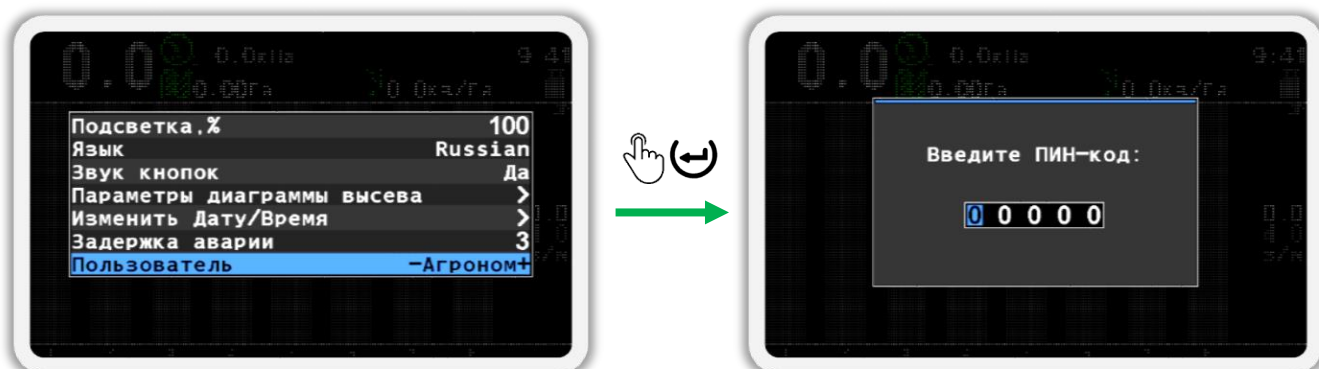

Рисунок 31
3. Теперь выберите пользователя «Агроном» (см. Рисунок 31 слева). Для этого используйте кнопки  «Плюс» и  «Минус».
5. В появившемся окне (см. Рисунок 31 справа) введите ПИН-код «88888». Цифра, значение которой можно изменять, отображается черным цветом на синем фоне. Для изменения её значения